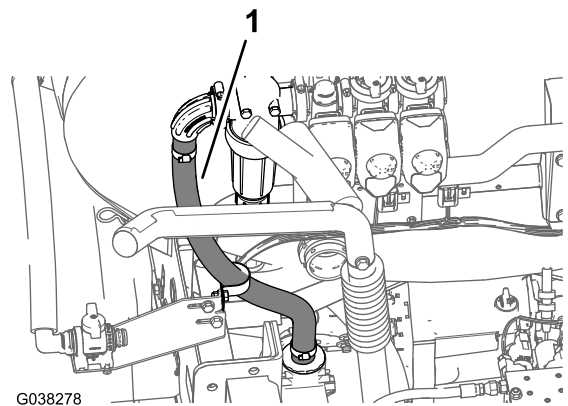

Figure 71
- Acheminez le flexible d'alimentation du pulvérisateur vers le bas et le raccord en T situé à l'avant du clapet de décharge de pression, comme montré à la Figure 71.